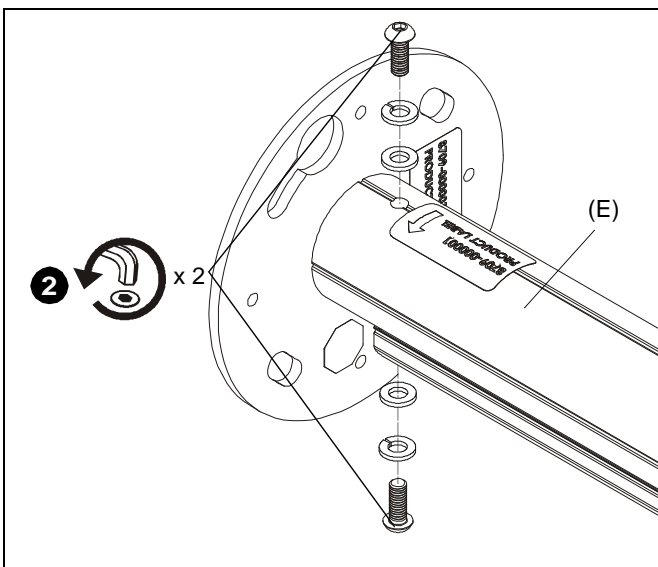

Abb. 2
2. Entfernen Sie zwei Halbrundkopfschrauben, zwei Sicherungsscheiben und zwei flache Unterlegscheibe, die die Säule der KITEC-KITMC-Serien-Halterung (E) an der Adapterplatte fixieren. (siehe Abb. 2)